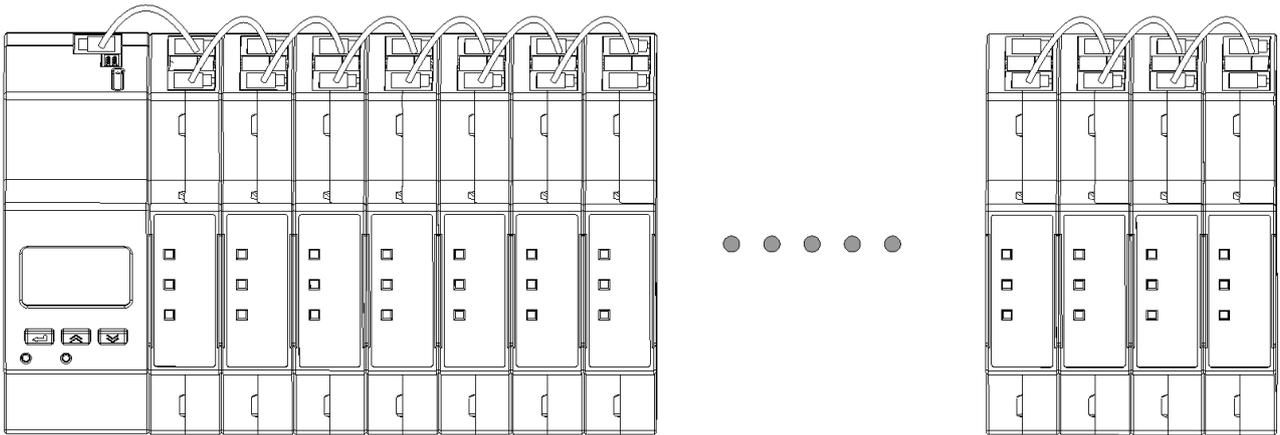

图1 AESP200 效果图
1. 图 1 中的 AESP200 效果图最左侧的 AESP10 网关, 需要另外下单。